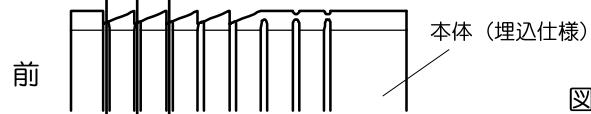

図2
②インターホン子機の厚みに合わせて本体をカットします。（図2）切削位置については下記一覧表にてお確かめ下さい。